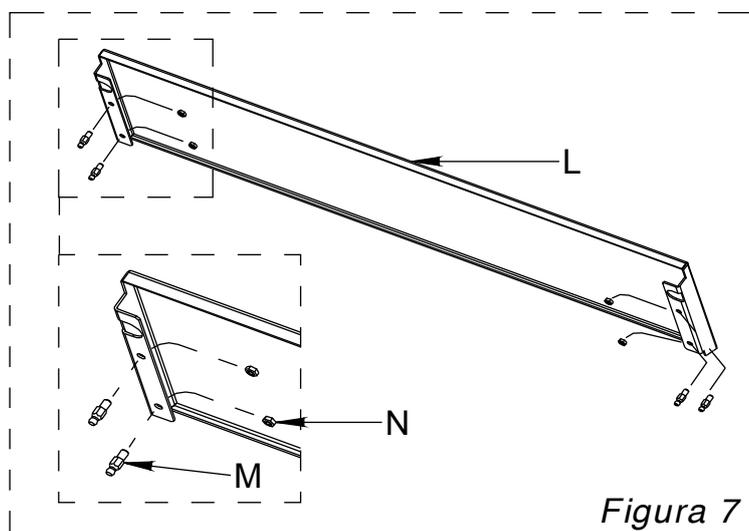

Figura 7
- Procedere ora al preassemblaggio del coperchio anteriore L attraverso i perni M (perno per molla M5) e relativi dadi N (dado M5). (Figura 7).